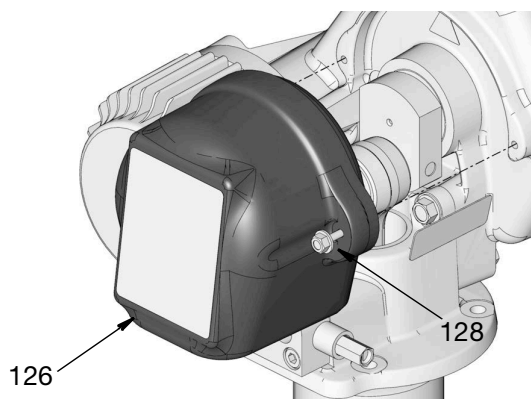

Рис. 5
- Выкрутите болты (128) и снимите крышку (126) с насоса Dyna-Star (Рис. 5).